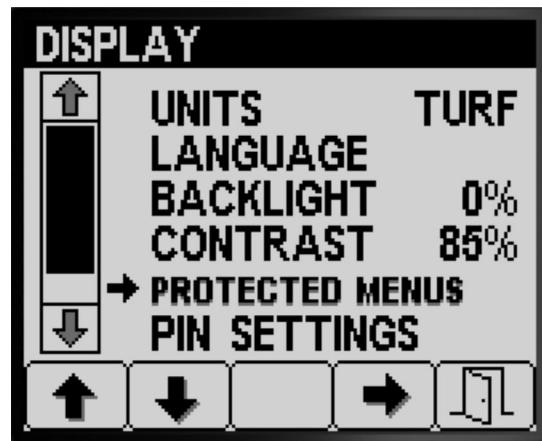

Bild 21
2. Drücken Sie Taste 4, um den Eintrag GESCHÜTZTE MENÜS auszuwählen (Bild 21).
1. Drücken Sie Taste 1 oder 2, um auf die Option GESCHÜTZTE MENÜS zu navigieren (Bild 21).